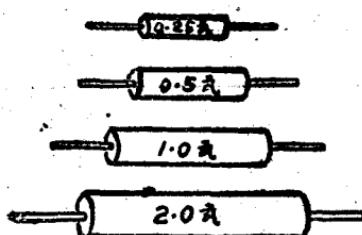

图7 电阻器的体积和瓦特数
电阻器的体积大小和通过的电流与两端的电压降有关，我們用功率的单位瓦特 (W) 来表示。体积大的功率大，体积小的功率小；从体积的外形上就可以辨别出来，如图 7 所示。放映扩音机上常用的有 0.25 瓦、0.5 瓦、1.0 瓦、2.0 瓦等数种。修理时，應該采用与原来的尺寸相等的电阻器，如果找不到合适的，可以找較大功率的电阻器代用。